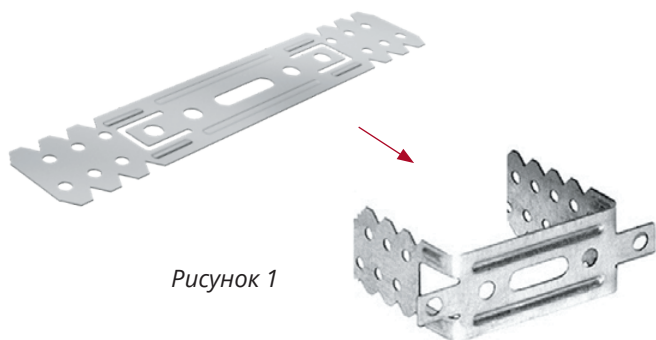

Рисунок 1
4. Отогните края подвеса под 90°, чтобы получилась симметричная буква «П» со средней полкой около 60 мм (Рисунок 1).